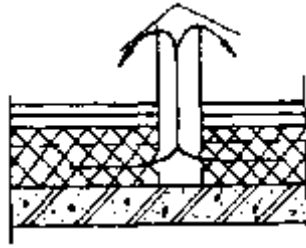

图 7-2 排气槽和排气井
(1) 基层必须干燥，用简易检验方法测试合格后，方可铺贴；基层要扫刷干净，选用的基层处理剂、粘结剂要和卷材的材性相匹配，经测试合格后方可使用；待涂刷的基层处理剂干燥后，涂刷粘结剂。卷材铺贴时，必须抹除下面的空气，滚压密实。也可采用条粘、点粘、空铺的方法，确保排气道畅通。
(2) 有保温层的卷材防水屋面工程，必须设置纵横贯通的排气槽和穿出防水层的排气井，见图 7-2。